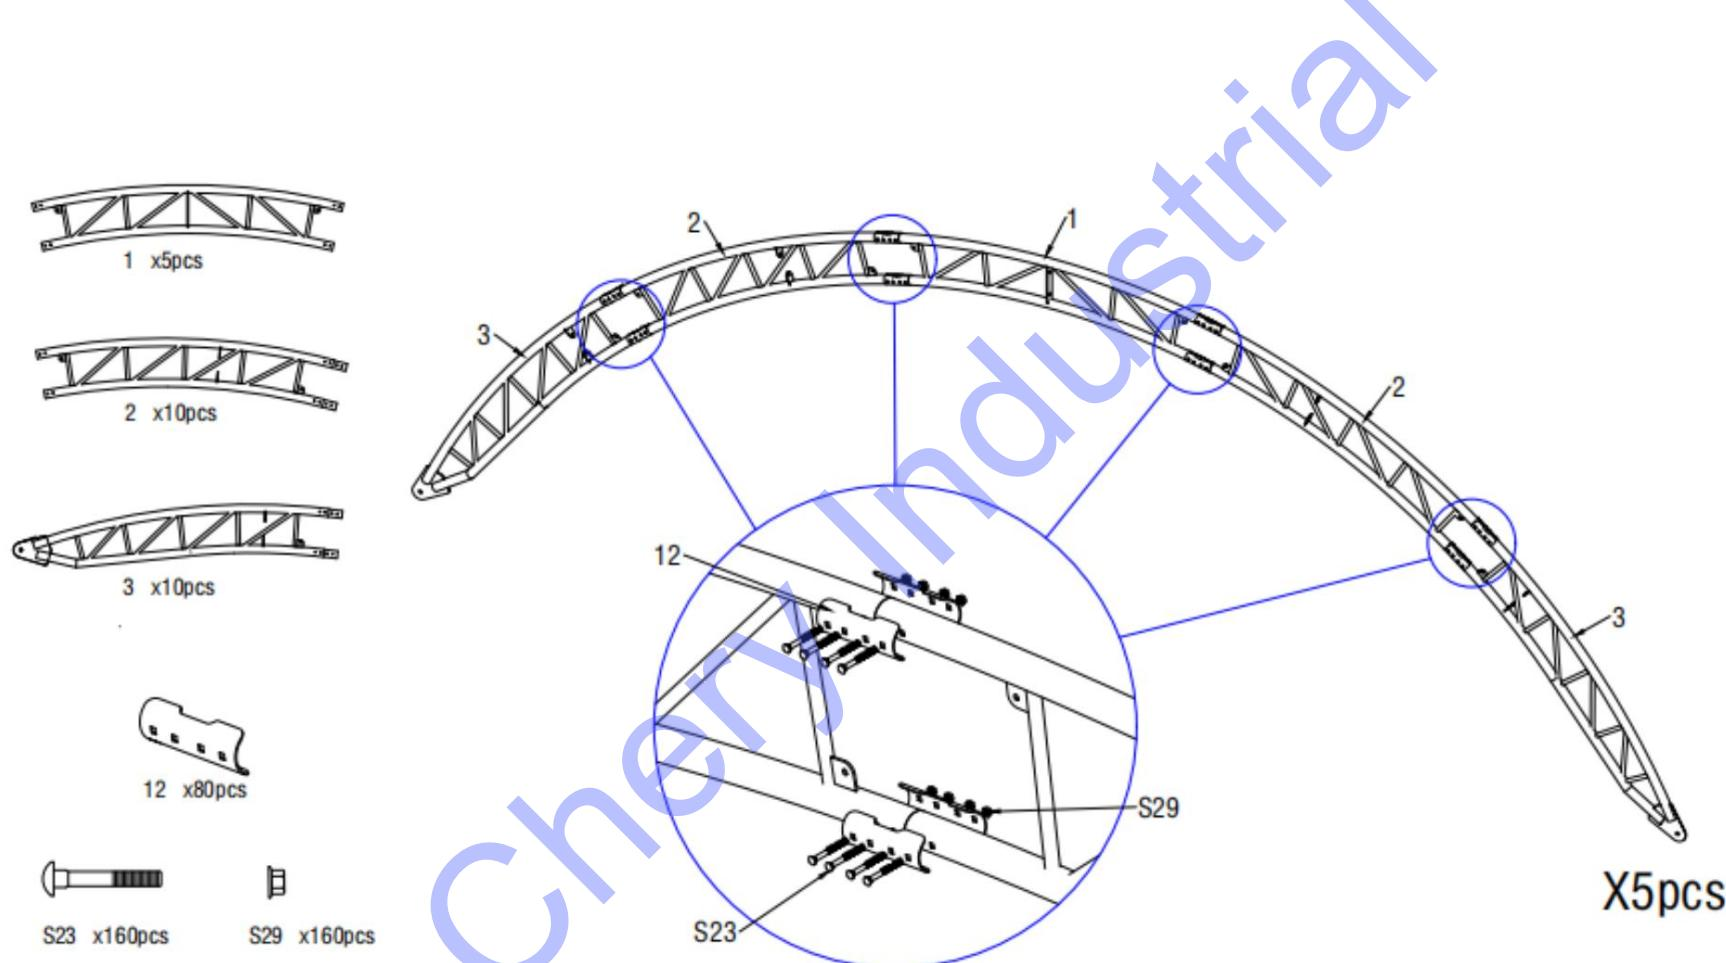

Figure 2
2.1 Comme le montre la figure 2, trouvez un tube courbé central, un tube courbé inférieur et assembliez ces arches avec un boulon de carrosserie M8x80 mm (pièce n° S23) et une pièce de serrage (pièce n° 12) pour créer le premier groupe d'arches.